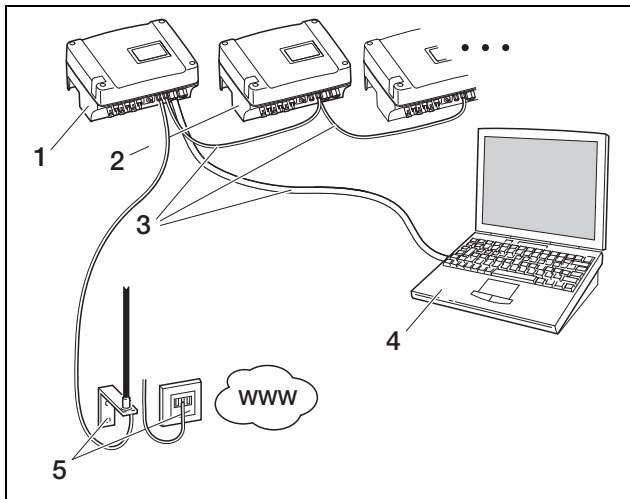

Figura 55: Configuración de red con configuración de red manual en caso de comunicación GSM, máscara de subred 255.255.255.0 (☐ router externo)
- Utiliza una red local (Ethernet) con direcciones IP fijas y desea integrar el inversor en la red (figura 55).